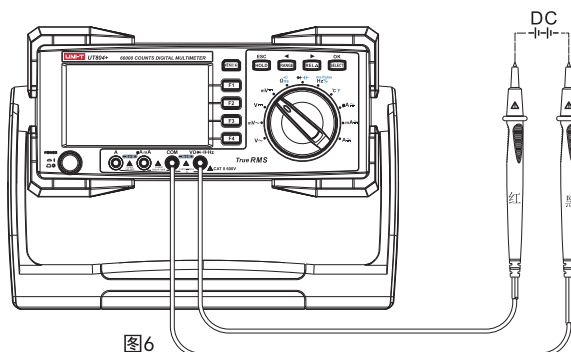

图6
- (1) 将红表笔插入"V"插孔, 黑表笔插入"COM"插孔。
- (2) 将仪表的旋转开关转到 mV_{DC} , 如图6. 将表笔并联待测电源或负载上。